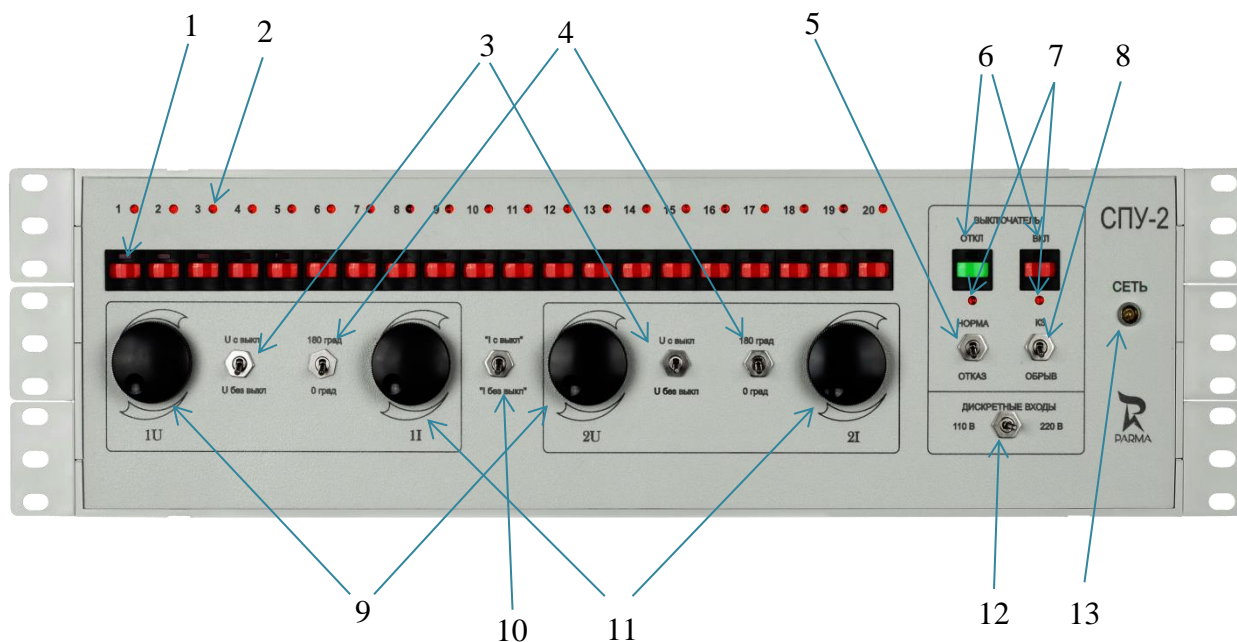

Рисунок 1 – Лицевая панель стенда.
3.2 На лицевой панели стенда (рисунок 1) установлены: